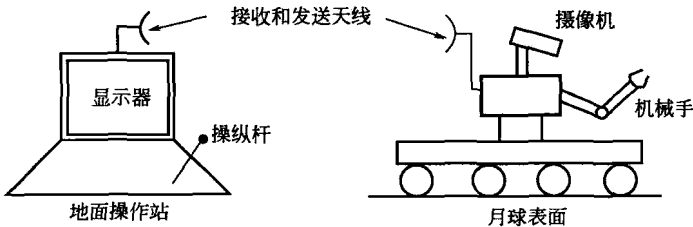

图 1-20 远程机械手控制系统原理图
15. 图 1-20 是一个远程机械手控制系统原理图。图中机械手在月球表面，机械手的活动由摄像机摄制图像并通过无线电送回地面操作站。地面操作站人员通过操纵杆进行操作，操作信号通过天线发往月球。试画出显示闭环系统工作原理的方框图。